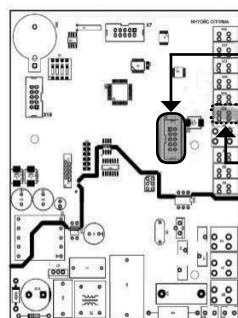
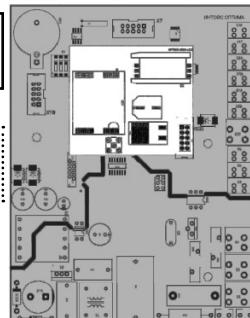

Рис. 2. Вид платы управления котла
Рис. 3. Вид платы с установленным GSM-модулем
4. Снимите крышку котла (см. Руководство рис. 2, позиция 7).
6. Установите GSM-модуль в разъем X8 строго по центру (см. рис. 2) на плате управления (для удобства рекомендуется снять блок управления котла (см. Руководство рис. 2, позиция 18).
7. Установите и подключите аккумулятор к разъему платы управления (см. рис. 2). Размещение GSM-модуля на плате управления показано на рис. 3.